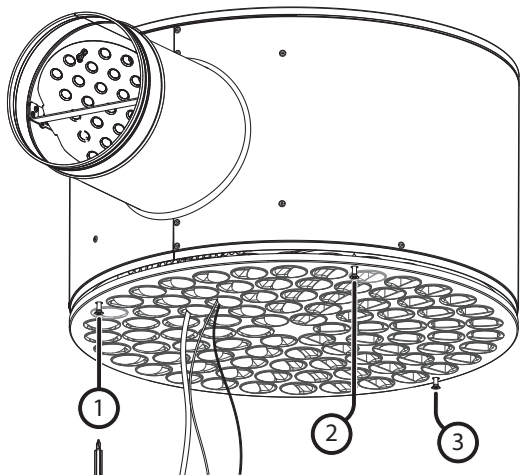

Bild 3. Skruven närmast inloppstos lossas förs, därefter övriga skruvar.
- 1) Avlägsna dammskyddet. Demontera donets front genom att **först** lossa skruven **närmast inloppsstosen** där även säkerhetslinan är placerad, se **bild 3**.